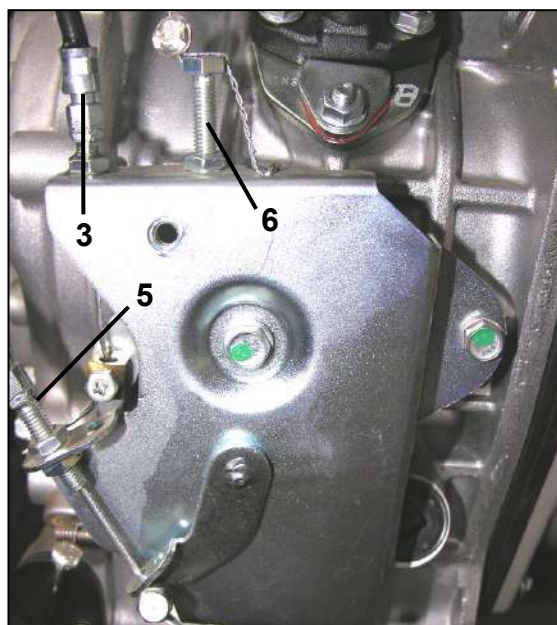

fig.6/3
- 6 - Réglage tours moteur (fig.6/3) (voir manuel spécifique du moteur)
- 1 - Regulación cables mando embrague PowerSafe® (fig.6/1)